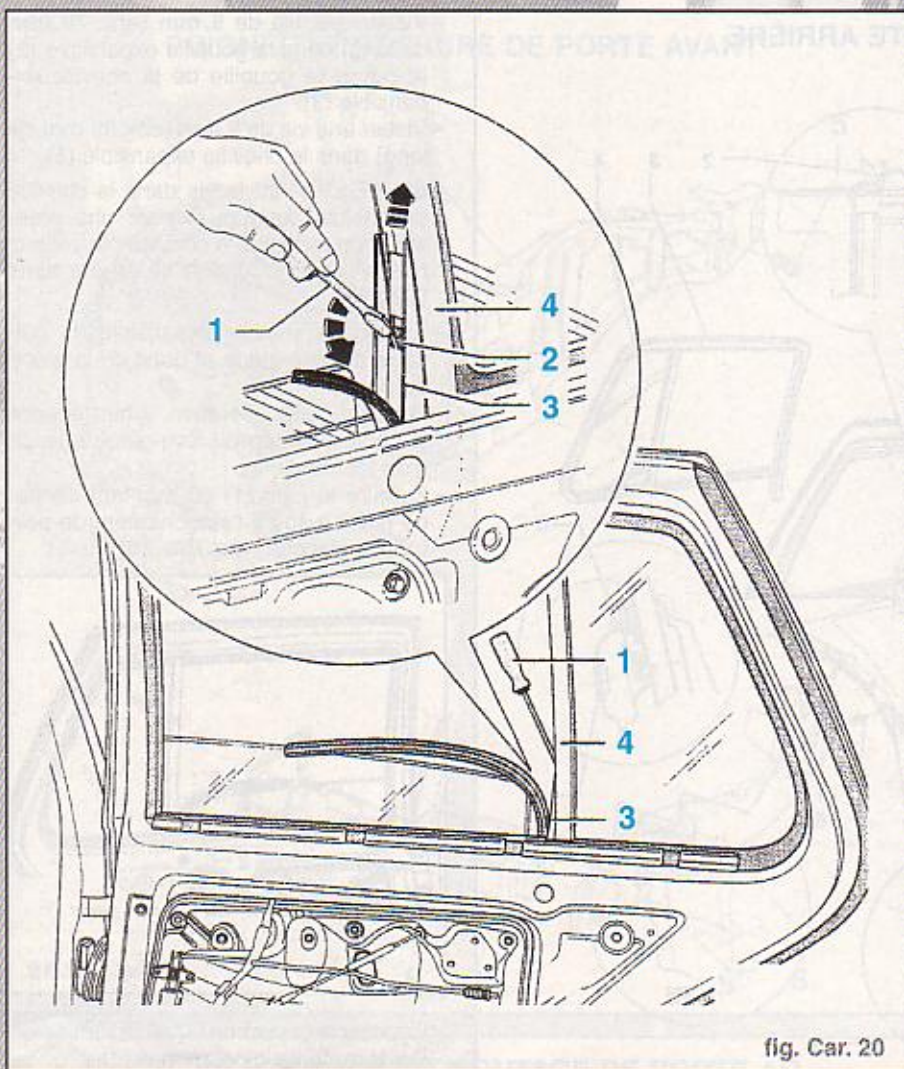

fig. Car. 20
- Déposer le capuchon (3) en faisant levier.
- Soulever l'ergot de fixation (2) à l'aide d'un tournevis (1) et retirer la pièce de remplissage (3) par le haut du montant de glace (fig. Car. 20).